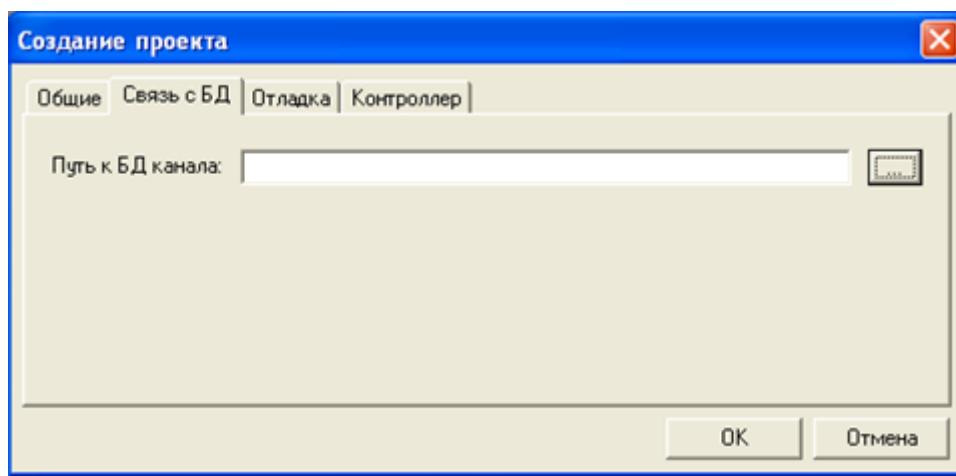

Рисунок 2.2 – Окно «Создание проекта». Закладка «Связь с БД»
- 4 Вкладка «Связь с БД» (рисунок 2.2) ввести путь к БД (поле «Путь к БД канала») – путь к каталогу, в котором расположена БД контроллера.